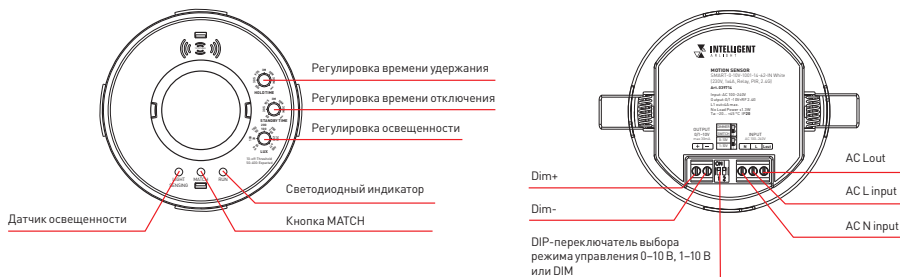

Рис. 1. Устройство датчика движения
- 3.1. Извлеките устройство из упаковки и убедитесь в отсутствии механических повреждений. Устройство датчика движения представлена на рис. 1.